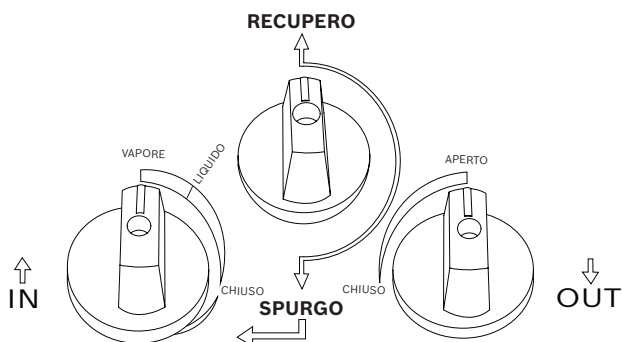

Fig. 2: Posizioni valvole per recupero normale
11. Ruotare la valvola di controllo dell'ingresso della macchina di recupero (blu) sulla marcatura del **LIQUIDO** sul pannello anteriore, fare riferimento alla Fig 2. Ruotare l'interruttore generale in posizione **ON** per avviare il recupero.